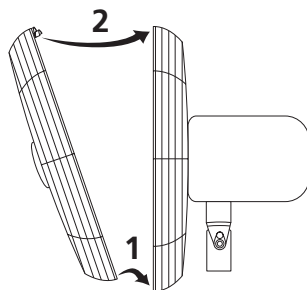

FIGURE 10
25. Le logo Hunter vous faisant face et vers le haut, introduire les languettes de la partie inférieure de la grille avant dans la couronne de la grille arrière comme le montre la figure 10, flèche 1. Déplacer ensuite le haut de la grille comme le montre la flèche 2 de la figure 10, pour que le haut de la grille avant s'engage dans la couronne de la grille arrière.